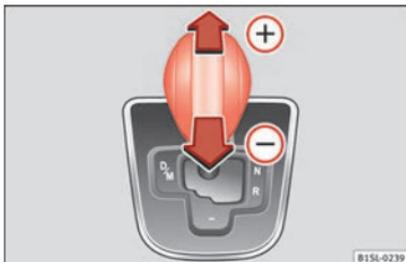

Abb. 83 Wählhebel in Tiptronic-Stellung.
- Wählhebel nach vorn **+** oder hinten **-** tippen, um hoch- oder herunterzuschalten » » **Abb. 83**.